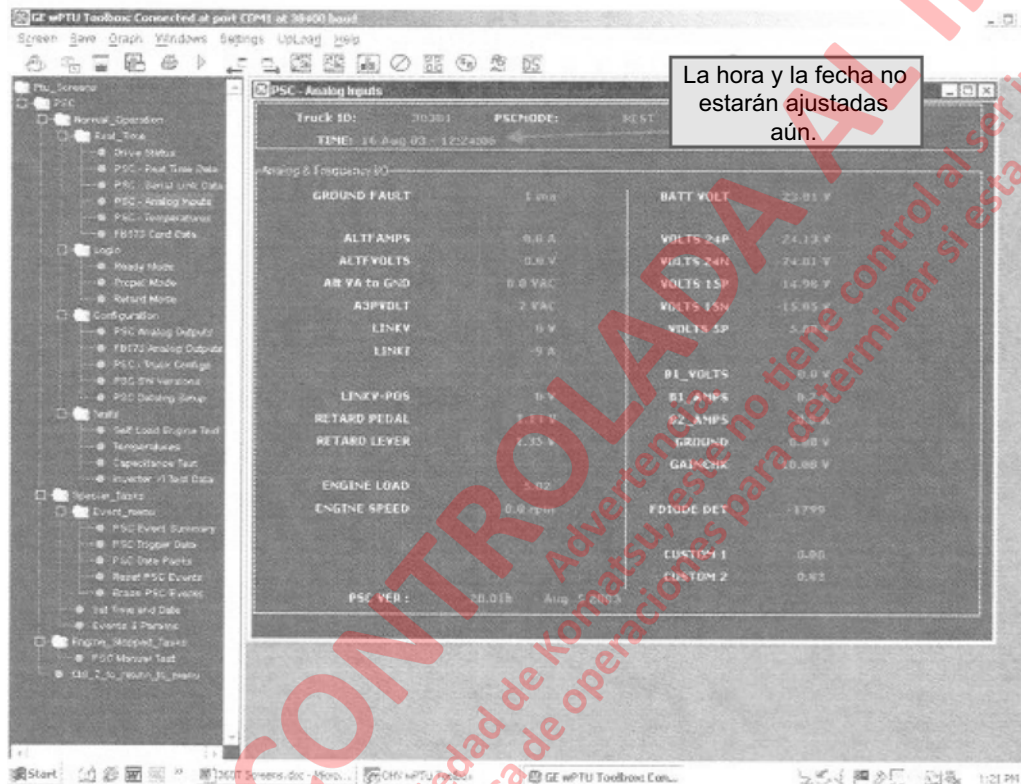

FIGURA 3-5. PANTALLA DE ENTRADAS ANÁLOGAS DEL PSC
- Verifique que los valores análogos y digitales sean similares al ejemplo de la Figura 3-5.
- Verifique que los valores de temperatura sean similares al ejemplo de la Figura 3-5.